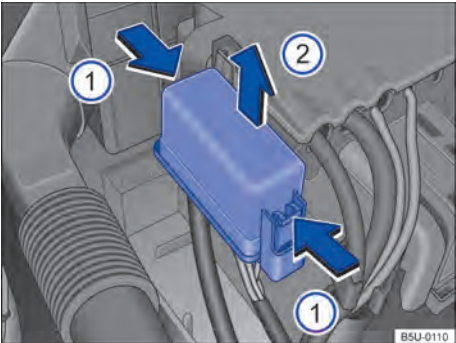

Fig. 173 No compartimento do motor: cobertura da caixa de fusíveis.
- Pressionar as travas no sentido da seta ⇒ Fig. 173 ①, para desbloquear a cobertura da caixa de fusíveis.
- Remover a cobertura por cima, no sentido da seta ②.
- Para a instalação, colocar a cobertura sobre a caixa de fusíveis. Pressionar a cobertura para baixo, no sentido contrário da seta ②, até que trave de forma audível.